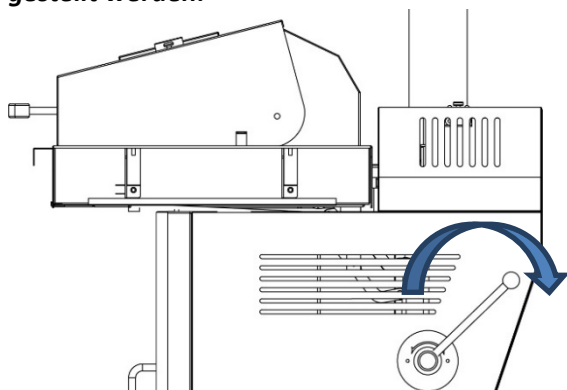
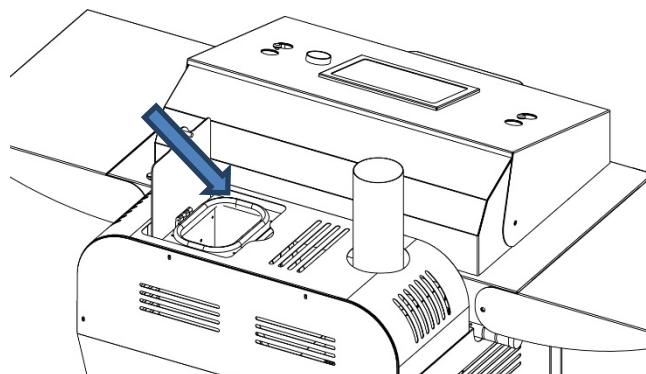
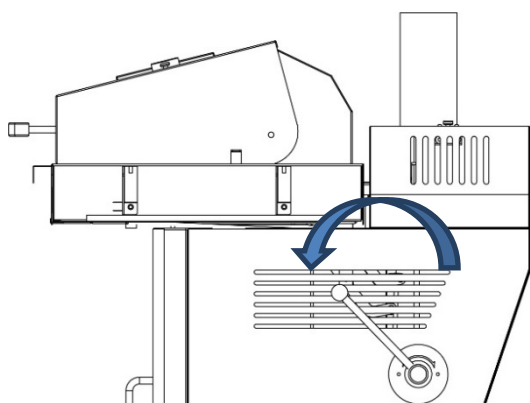

Abb.01
Abb.02
Abb.03
Bewegen Sie den Hebel in die Position 1 „off“ (Abb.01). Öffnen Sie den Tankdeckel durch ziehen (Magnetverschluss) und füllen Sie vorsichtig Pellets in den Tank (Abb.02). Schließen Sie immer im Betrieb den Pellet-tankdeckel. Durch Bewegen des Hebels in Position 2 „on“ (Abb.03) rutschen die Pellets durch Schwerkraft in den Brennertopf.
- Hebel auf Position 2 „on“ (Abb.03) stellen
Durch Bewegen des Hebels in die Position 1 „off“ (Abb.01) wird verhindert, dass sich weitere Pellets zum Brenner hin absenken. Erst nach ca. 20 Minuten sind die restlichen Pellets verbrannt und der Grill ist aus. Bevor Sie den Grill verräumen vergewissern Sie sich nochmals, dass das Gerät komplett erkaltet ist. Um den Grill wieder zu entzünden, befolgen Sie die Anweisungen unter „Anzünden“.